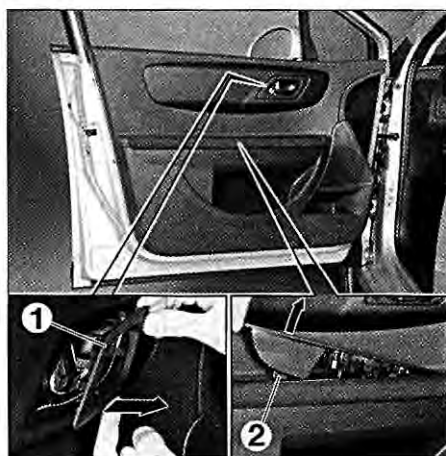

FIG. 42
- Desmontar el marco de empuñadura interior (1) (fig. 42).
- Desmontar el tornillo de fijación (2) y desmontar el conjunto de mandos de elevavinas.